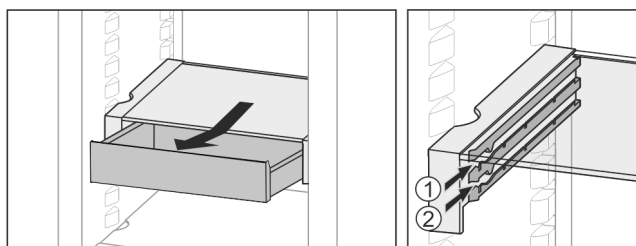

Fig. 34
- ▶ Zasuňte v libovolné výšce Fig. 34 (1) nebo Fig. 34 (2).